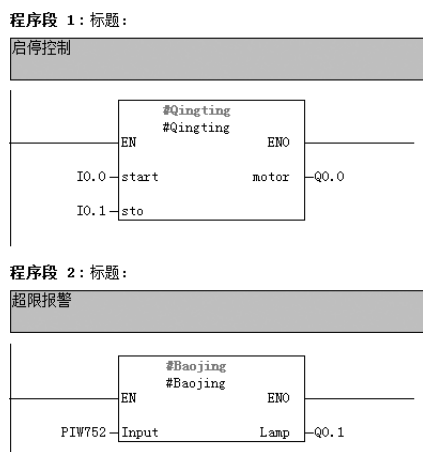

图 5-54 功能块 FB10 中的梯形图
3) 双击打开功能块 FB10，如图 5-53 所示，再展开静态变量“STAT”，并创建两个静态变量，静态变量“Qingting”的数据类型为“FB1”，静态变量“Baojing”的数据类型为“FB2”。FB10 中的梯形图如图 5-54 所示。